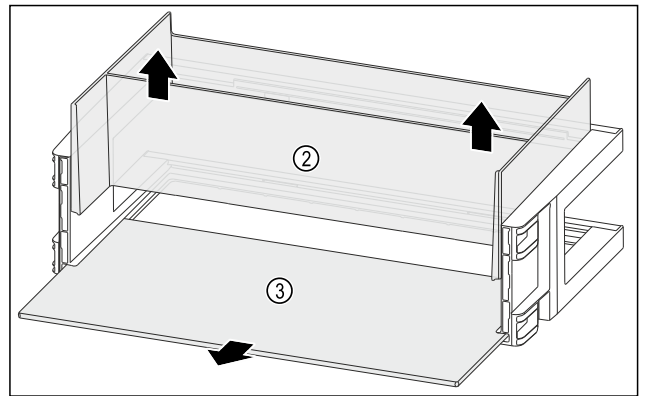

Fig. 133
- ▶ 朝上取出收纳盒 Fig. 133 (2)。
- ▶ 取出搁板 Fig. 133 (3)。